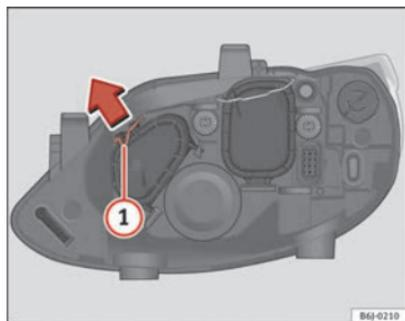

Fig. 163 Luz de carretera
- Desplace el tirante ① en el sentido de la flecha y saque la tapa ⇒ fig. 163.